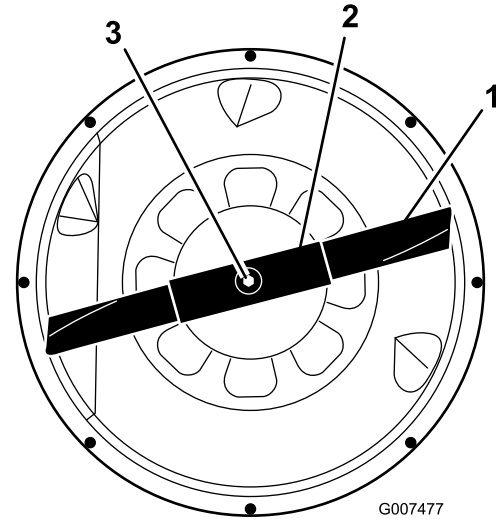

Figura 33
6. Sujete el extremo de la cuchilla usando un paño o un guante grueso. Luego retire el perno de la cuchilla, la arandela curva, el refuerzo de la cuchilla y la cuchilla (Figura 33). Se puede insertar un bloque de madera entre la cuchilla y el cortacésped para bloquear la cuchilla mientras se retira el perno.
1. Instale la cuchilla, el refuerzo de la cuchilla, la arandela curva y el perno de la cuchilla (Figura 33).